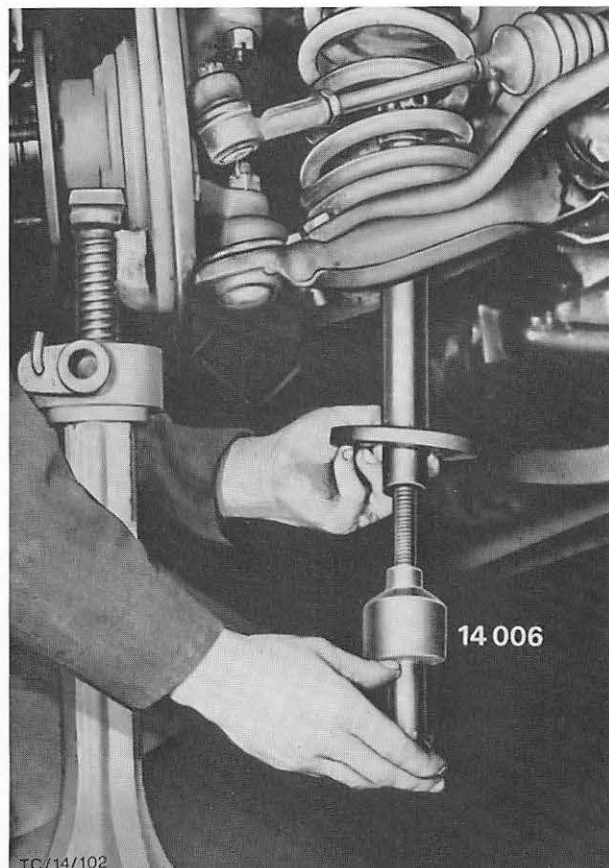

Abb. 34 Einsetzen des Werkzeugs 14-006
6. Werkzeug 14-006 durch die Feder einführen und oben mit der Stoßdämpfer-Halteschraube befestigen. Abb. 34.